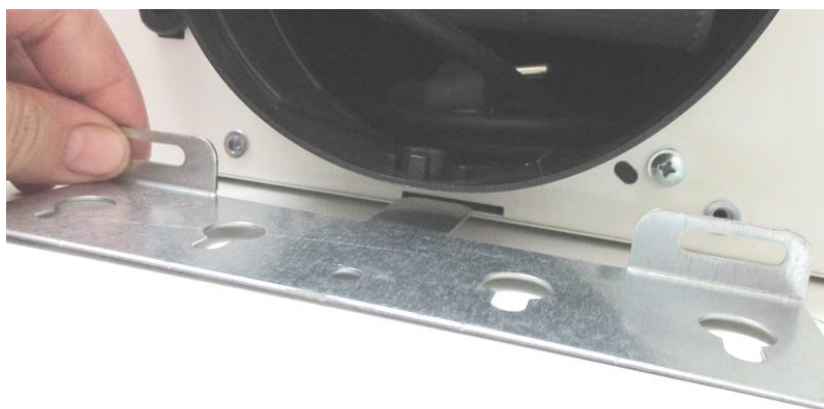

Abb. 4
- Entfernen Sie vom Gerät alle Verpackungsteile, bei Dunstabzugshauben aus Edelstahl lassen Sie bitte die Schutzfolie bis nach der Montage auf dem Gerät (ausgenommen Stellen, die nach Montage nicht mehr zu erreichen sind), um Kratzer zu vermeiden. Befestigen Sie auf der Rückseite der Haube das Halteblech (siehe Abb.4) mit 2 mitgelieferten Schrauben an der Oberseite des Haubenkörpers.
4. Hängen Sie die Dunstabzugshaube ein und ziehen Sie die Schrauben fest. Sollten die Bohrlöcher nicht ganz mittig über dem Kochfeld liegen, können Sie das Gerät nachträglich justieren, indem Sie die Schrauben der Halterung leicht lösen und die Haube verschieben (siehe Abb. 4, längliche Löcher).